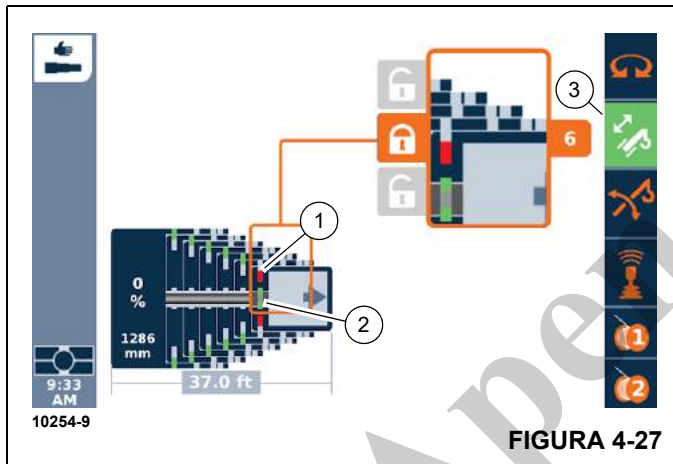

FIGURA 4-27
- Mecanismo de função telescópica ativado — símbolo (3, Figura 4-27) verde
- Cilindro telescópico travado — símbolo (2) verde
- Seção telescópica destravada — símbolo (1) vermelho